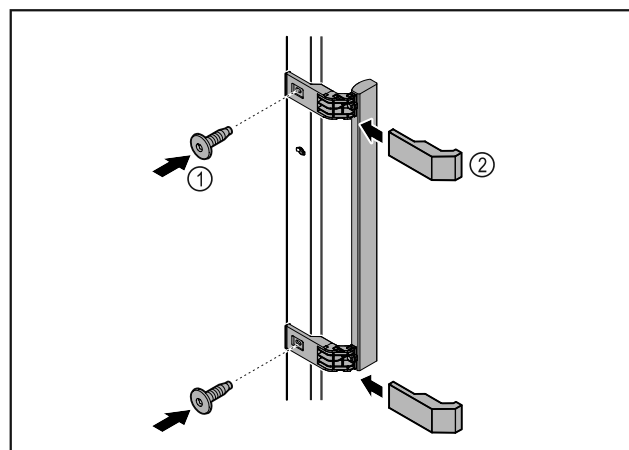

Fig. 46
- Colocar en la puerta el tirador del kit de accesorios con los tornillos incluidos Fig. 46 (1).
- Colocar las cubiertas Fig. 46 (2).